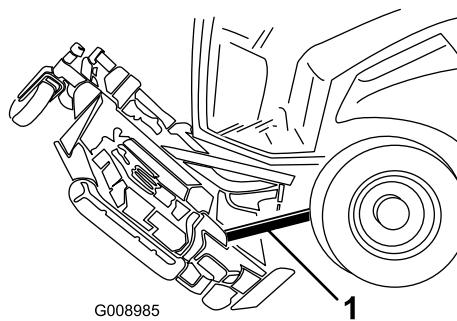

図 92
6. デッキの後部と機体との間に角材を入れる**図 92**。